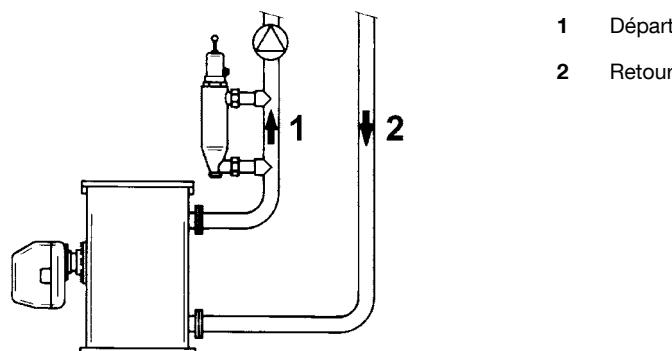

Figure 3: Exemple de montage
- ▶ La pompe ne peut pas influencer la position du plongeur dans le WMS 800 (ex. circulation ou aspiration excessive). Voir figure 3, page 8.
- ▶ Monter en parallèle le WMS 800 conformément à la figure 3, page 8 dans une section verticale de la conduite de départ.